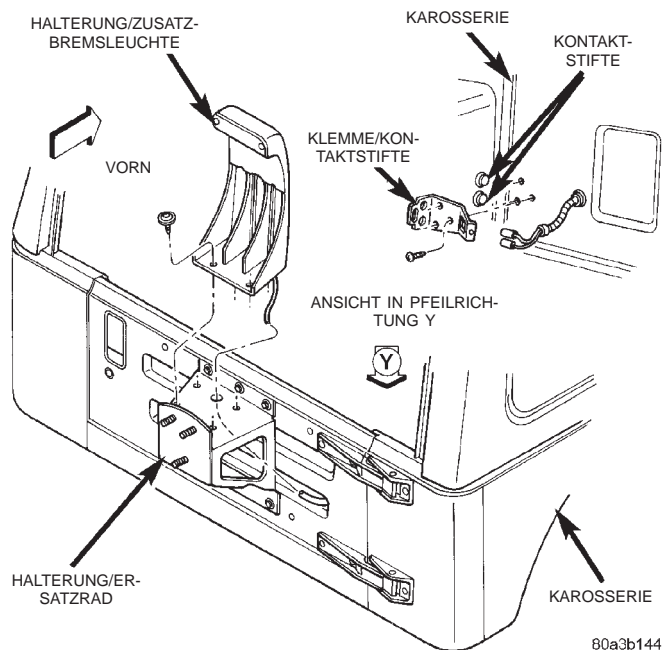

Abb. 6 Kontaktstifte der Zusatzbremsleuchte
(1) Die Schrauben lösen, mit denen die Halterung der Zusatzbremsleuchte an der Halterung des Reservereifenhalters befestigt ist.
(2) Kabelbaum der Zusatzbremsleuchte von den Halteclips abbauen.
(3) Abdeckung von den Kontaktstiften der Zusatzbremsleuchte abbauen.
(4) Anschlüsse des Kabelbaums vorsichtig von den Kontaktstiften abziehen (Abb. 6).
(5) Kabelbaum durch die Heckklappe ziehen und Zusatzbremsleuchte vom Fahrzeug abnehmen.